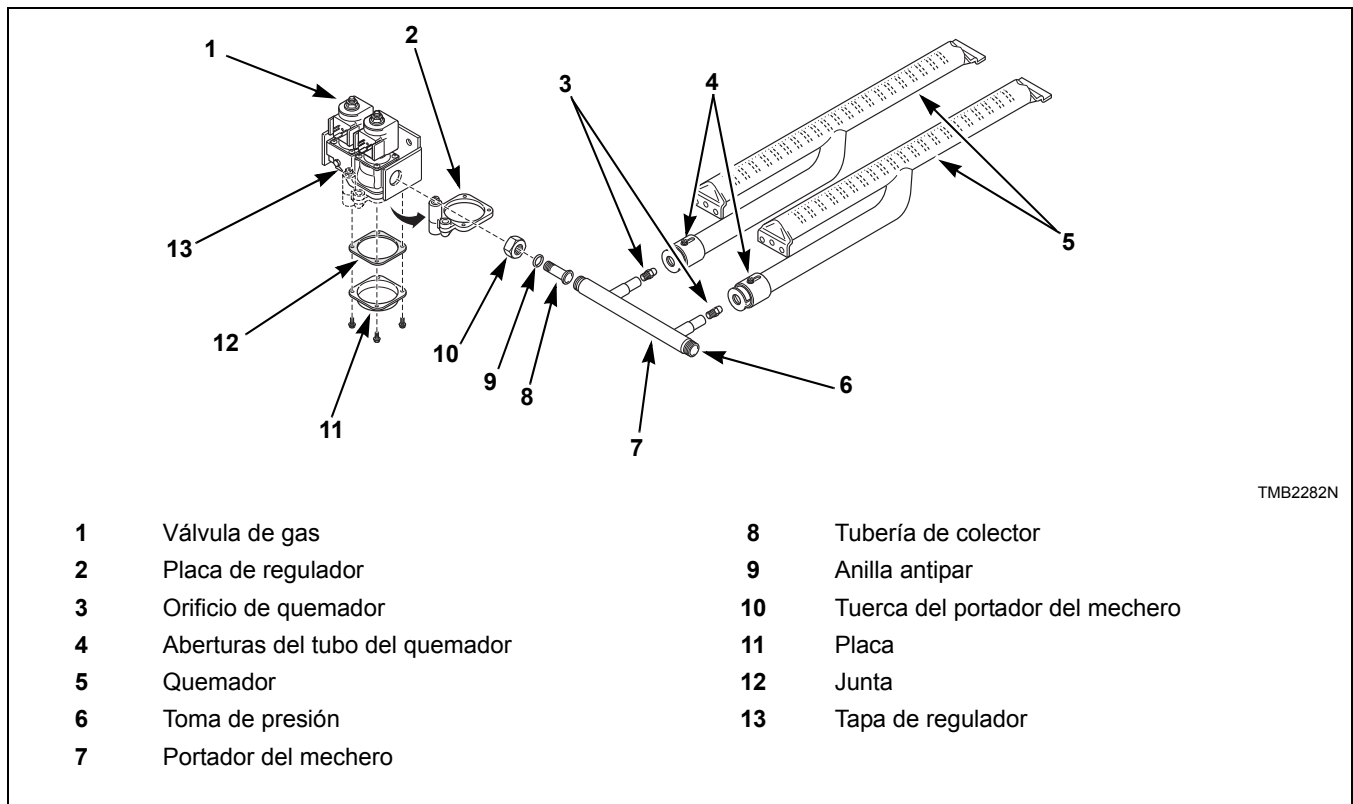

Figura 16
2. Retire el portador del mechero. Desatornille la tuerca del portador del mechero cerca de la válvula de gas. Quite los orificios del quemador del portador del mechero. Consulte la *Figura 16*.
1. Compruebe la presión en el orificio (múltiple) del quemador de gas de la forma siguiente. Consulte la *Figura 16*.
4. Arranque la secadora y anote la presión una vez que arda una llama. Quite la tapa del regulador y ajuste el tornillo regulador hasta lograr la presión en el orificio según la tabla correspondiente. Vuelva a colocar la tapa del regulador. Consulte la *Figura 16*.